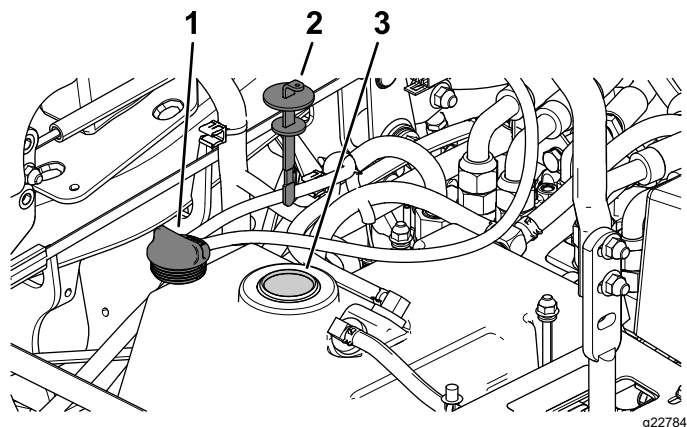

Figure 61
5. Remettez le bouchon du réservoir hydraulique (Figure 61).
6. Retirez la jauge et essuyez-la sur un chiffon propre (Figure 61).